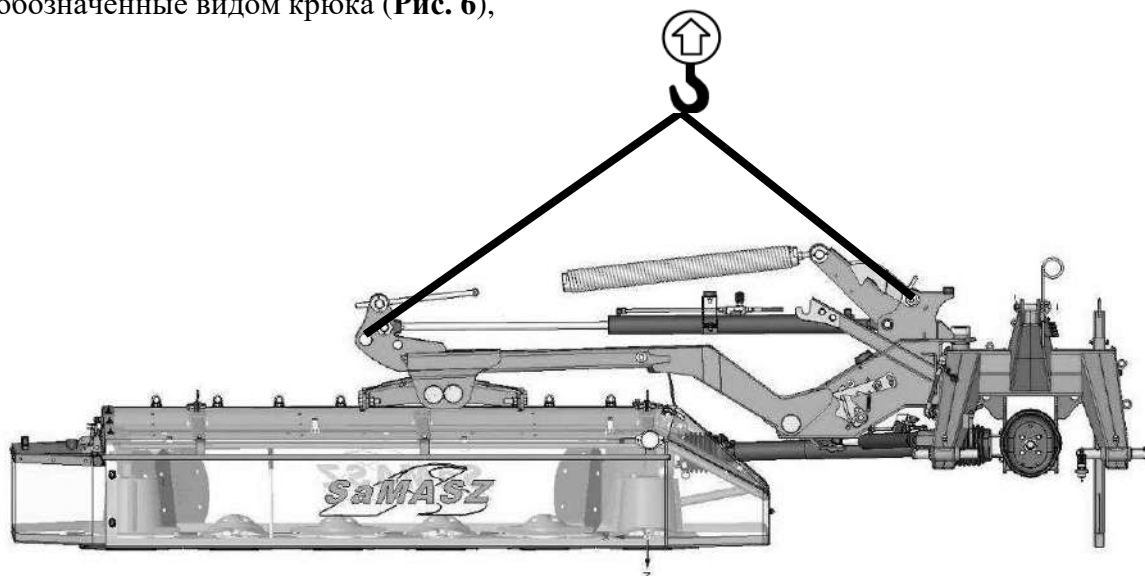

Рис. 6. Места для транспорта
- следует хватать поднимающими устройствами только за указанные на машине места и обозначенные видом крюка (Рис. 6),